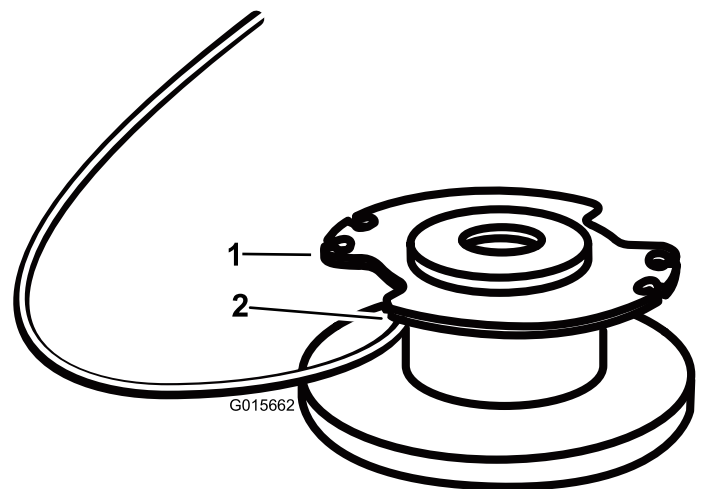

Figure 20
4. Insérez le fil dans le trou d'ancrage en haut de la bobine (Figure 20). Enroulez le fil sur la bobine dans la direction indiquée par les flèches sur la bobine.